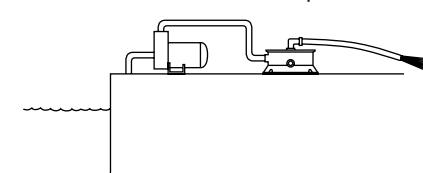

Figure 17
3. abaisser le niveau de l'eau dans la piscine ou dans la cuve thermale ou à remous/spa (voir la Figure 17).